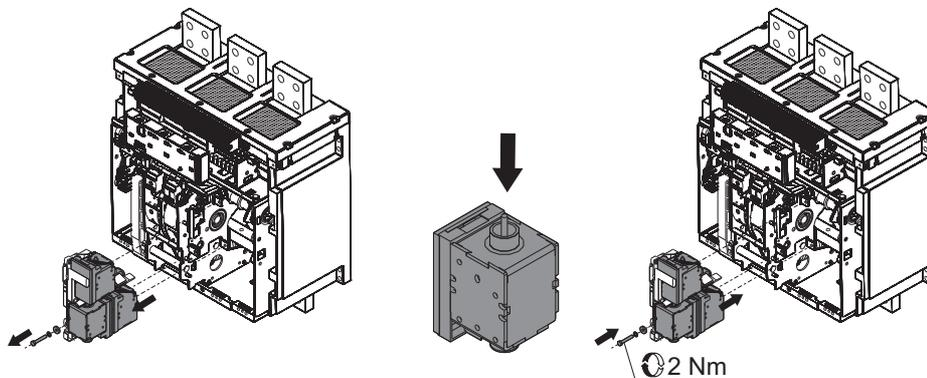

Abb. 22
- Sicherstellen, dass die Auslöser (SOR-UVR-SRC) einen guten Zustand aufweisen (kein zu starker Verschleiß, Überhitzungen, Bruchstellen) Abb. 22.